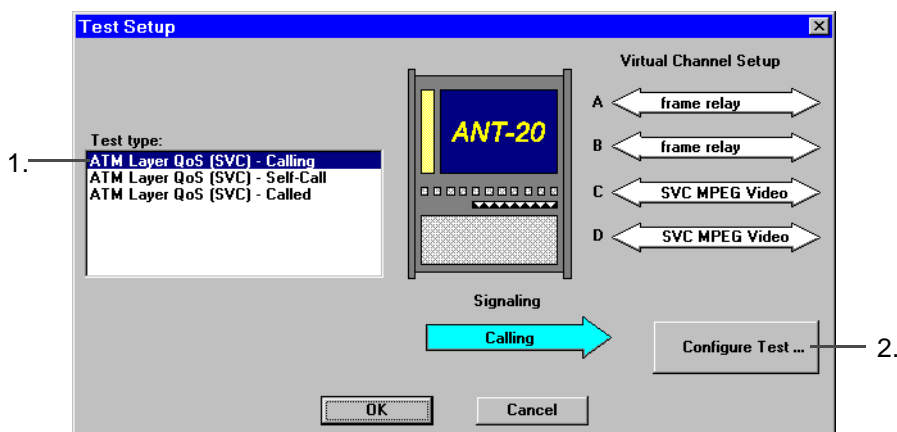

Bild A-13 Dialog "Test Setup"
- ✓ Das Dialogfenster "Test Setup" ist geöffnet; (siehe Bild A-13).